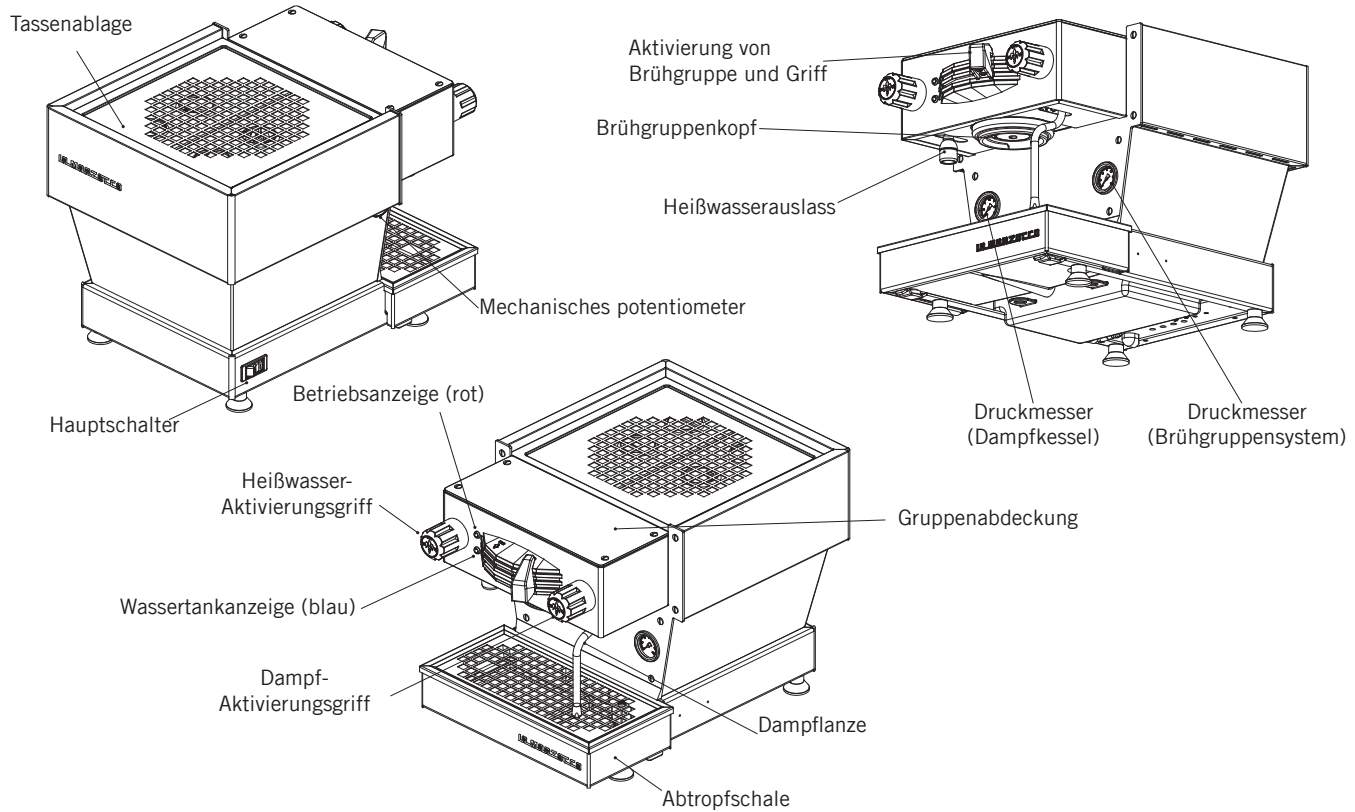

Abbildung 1 – Beschreibung des Gerätes
**2. Brühen von Kaffee:** Jetzt können Sie den Siebträger entfernen, um ein Kaffeegetränk zuzubereiten. Füllen Sie den Siebträger mit dem Einzel- oder Doppelsieb mit gemahlenem Kaffee. Pressen Sie den gemahlene Kaffee mit dem mitgelieferten Stopfer und setzen Sie den Siebträger in die linea mini ein. Um den Brühvorgang zu starten, bewegen Sie den Griff von rechts nach links (siehe Abb.1 Seite 8).